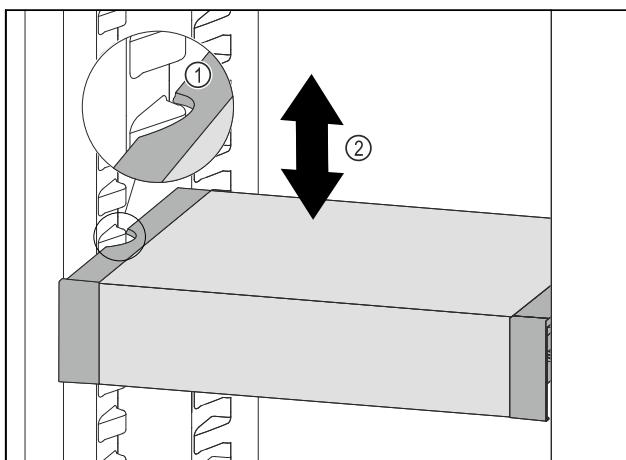

Fig. 103
- ▶ VarioSafe tiahajte dopredu, dokým sa bočné vybrania VarioSafe nebudú nachádzať vo výške rebra nádoby v chladničke. Fig. 103 (1)
- ▶ VarioSafe v chladničke presúvajte nahor alebo nadol, dokým sa dosiahne požadovaná výška. Fig. 103 (2)